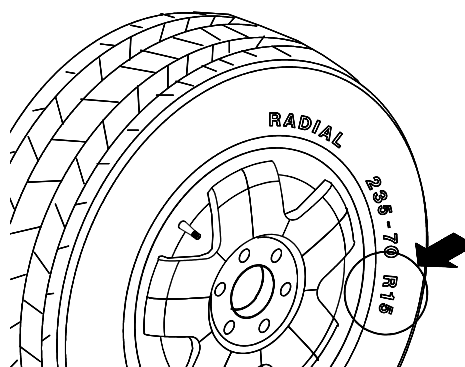

Figure 24
4.5.2.3 Entrer le diamètre de la jante - Sélectionner le bouton Diamètre Manuel (#11 page 9). Lire le diamètre jante indiqué sur la face latérale du pneu (Figure 24). Entrer le diamètre mesuré de la jante en appuyant sur le bouton **Parameter** puis sur le bouton flèche **Haut** ou **Bas** jusqu'à ce que la valeur souhaitée apparaisse dans l'afficheur de droite.